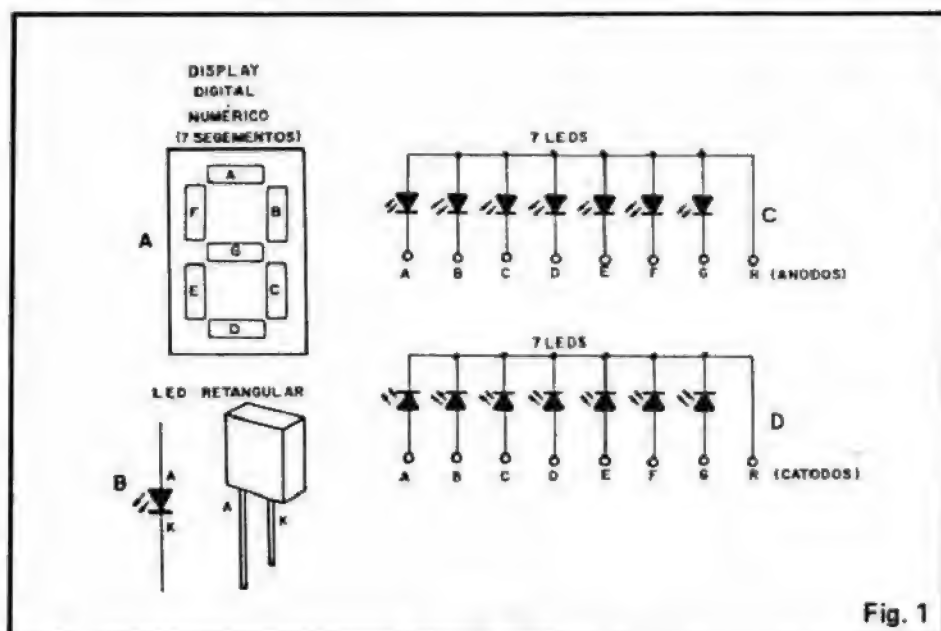

Fig. 1
– **FIG. 1** – Mostra os detalhes elétricos e "físicos" de um **display** convencional, a LEDs:
– Os furos marcados com "r" referem-se ao **Retorno** ou **Comum** do conjunto de LEDs. Assim, se for desejado um **display** tipo **catodo comum**, os catodos de todos os LEDs (terminal K – ver fig. 1-B) devem ser posicionados nos pontos "r". Se o leitor desejar um **display** tipo **anodo comum**, então os anodos dos LEDs (terminais A – novamente recorrer à fig. 1-B) é que devem ser posicionados nos pontos "r".
– A barra de furos junto à borda inferior da plaquinha, codificados como "G-F-E-D-R-C-B-A" representa justamente o conjunto de terminais do nosso **display**. "R" é o Retorno ou Comum (anodos ou catodos, conforme a escolha...) e "A" a "G" referem-se aos segmentos (ver fig. 1-A).